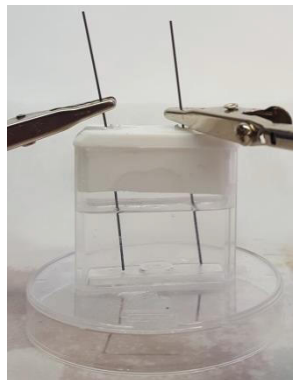

Abb. 16: Aufbau des Versuchs Nachweis der Li+-Interkalatoren-Ladevorgang.
- Verbinden Sie die Graphitminen vorsichtig mit den Krokodilklemmen und legen Sie diese in die Löcher des Deckels. !! Da die Graphitminen sehr dünn und leicht zerbrechlich sind, ist hier Vorsicht geboten. !! (Tipp: etwas ältere Klemmen wählen und diese auf der Dose ablegen; Kabel auf Voltmeter ablegen) (Abb. 16)